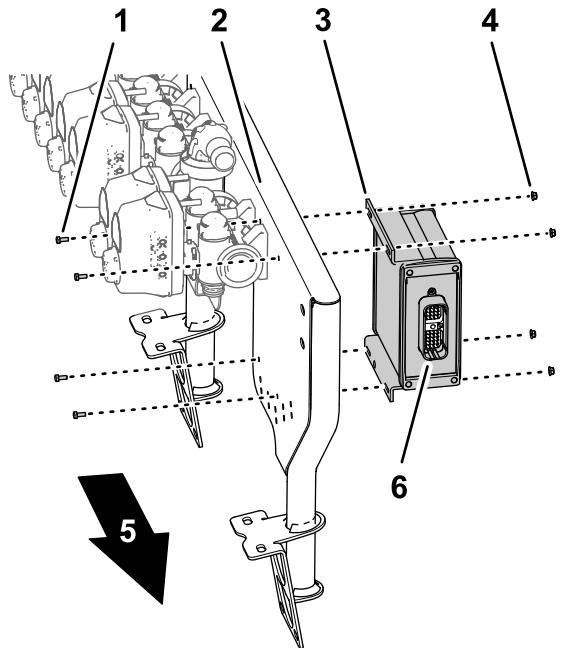

図 60
1. バルブマウントの前側に散布コントローラを取り付ける。40ピンコネクタが外側を向くように取り付けること図 60。
2. 散布コントローラをバルブマウントに取り付ける図 60; ボルト4 x 10 mm4本とフランジロックナット4 mm4個を使用する。